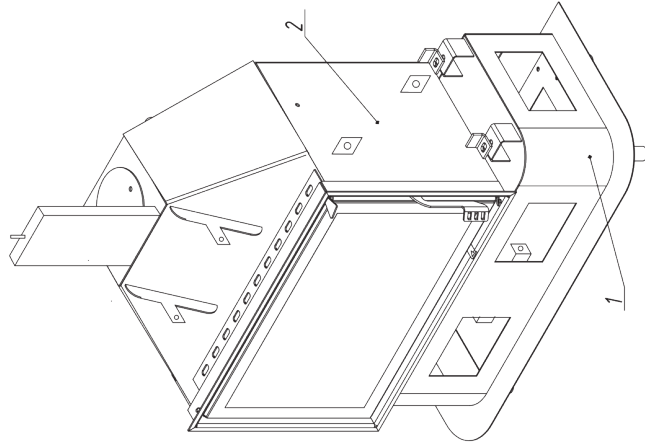

Рис. 1
1. Основание 1 топочная камера 2 устанавливаются в задом-изготовителем в собранном виде (Рис. 1)